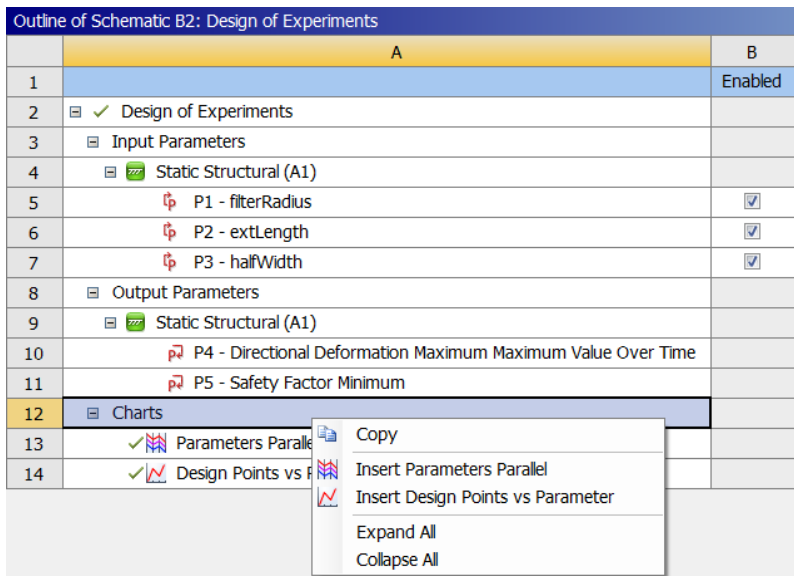

图 26-1 添加图表
- 1) 添加图表。相关操作如图 26-1 所示，通过选择 “Insert” 命令实现。